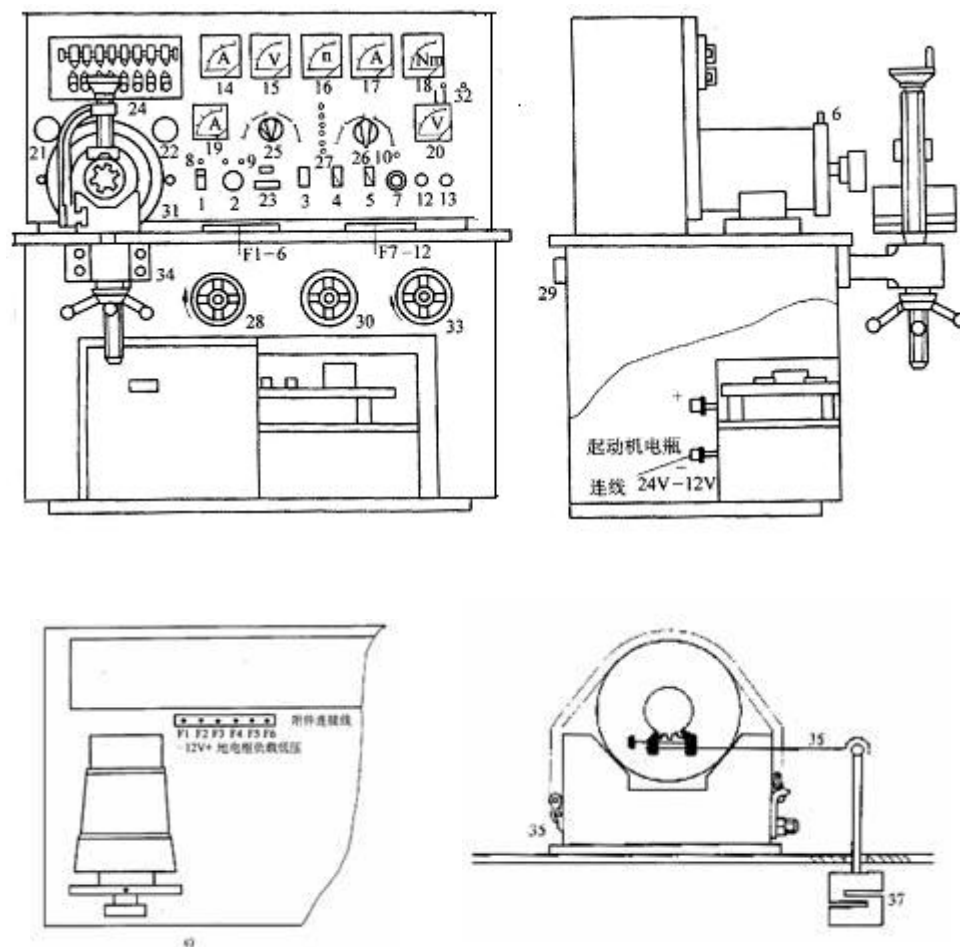

图 3 - 3 TQD—3 型汽车电器万能试验台
汽车电器万能试验台如图 3 - 3 为青岛第一仪表厂生产的 TQD—3 型万能试验台的结构图。
(1) 将分电器紧固在试验台的专用夹具上，上下调整升降夹具，使分电器轴与调速电机的转轴同心，如图 3 - 4 所示。
(2) 转速换向开关 2、功能开关 25 分别处于顺转和分电器试验的位置上，检查调速手柄